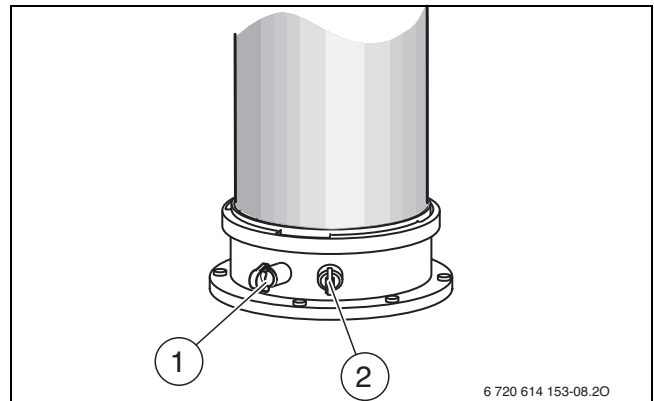

Fig. 48 Tubulure de mesure des fumées et de l'air de combustion
- Retirer le bouchon sur la tubulure de mesure de l'air de combustion (→ fig. 48, [2]).